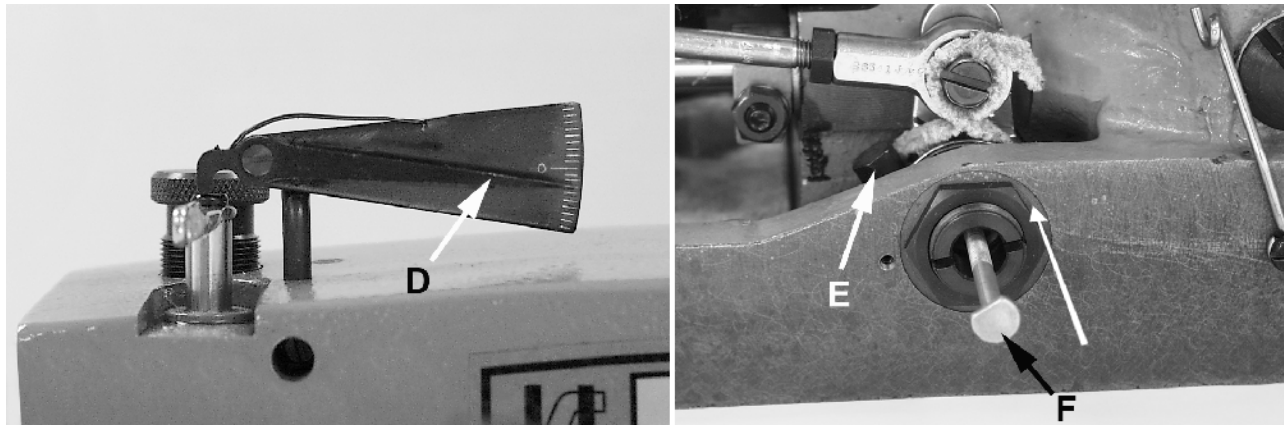

Fig 3B
Si el apuntador en el indicador lee por debajo de "0", (Fig. 3B). afloje el tornillo (E) en el eje de accionamiento del looper y empuje tornillo ligeramente alejándose del operador. Reajuste el tornillo (E) en el eje de accionamiento del looper y verifique la sincronización como se indicó arriba. Repita tantas veces como sea necesario hasta obtener la sincronización adecuada.